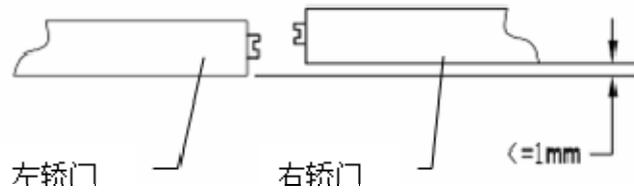

图 4
- ④ 调节下靠轮与导轨的间隙，要求是下靠轮与导轨贴紧，挂板运行时，下靠轮明显转动。
- ⑤ 调整两块快门板之前的水平度，偏差 $\leq 1\text{mm}$ 。见图 4